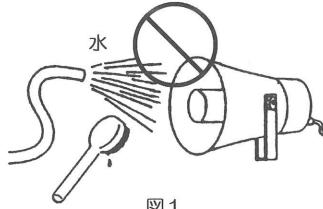

図1
- ① ホーンスピーカを洗浄のためにホーン開口部にホース等で直接水を注入するようなことはお避け下さい。ドライバー部に浸水し故障の原因になることがあります。(図1)